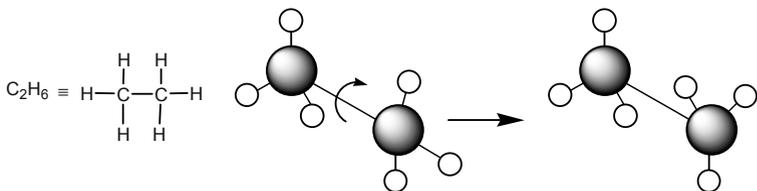

Abb. 55. Rotation um die C–C-Bindung im Ethan
3. *Beispiel: Ethan*  $\text{C}_2\text{H}_6$ . Aus Abb. 55 geht hervor, dass **beide C-Atome** in diesem gesättigten Kohlenwasserstoff mit jeweils vier  $\text{sp}^3$ -hybridisierten Orbitalen **vier  $\sigma$ -Bindungen** ausbilden. Drei Bindungen entstehen durch Überlappung eines  $\text{sp}^3$ -Hybrid-Orbitals mit je einem  $1\text{s}$ -Orbital eines Wasserstoffatoms, während die vierte Bindung durch Überlappung von zwei  $\text{sp}^3$ -Hybrid-Orbitalen beider C-Atome zustande kommt. **Bei dem Ethanmolekül sind somit zwei Tetraeder über eine Ecke miteinander verknüpft.** Am Beispiel der C–C-Bindung ist angedeutet, dass **um jede  $\sigma$ -Bindung prinzipiell freie Drehbarkeit (Rotation)** möglich ist (sterische Hinderungen können sie einschränken oder aufheben).